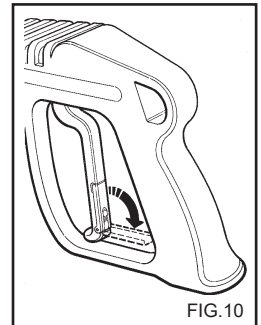

FIG.10
- Wanneer de hogedruk-waterspuit niet wordt gebruikt, de beveiliging van de handgreep sluiten.(fig.10).